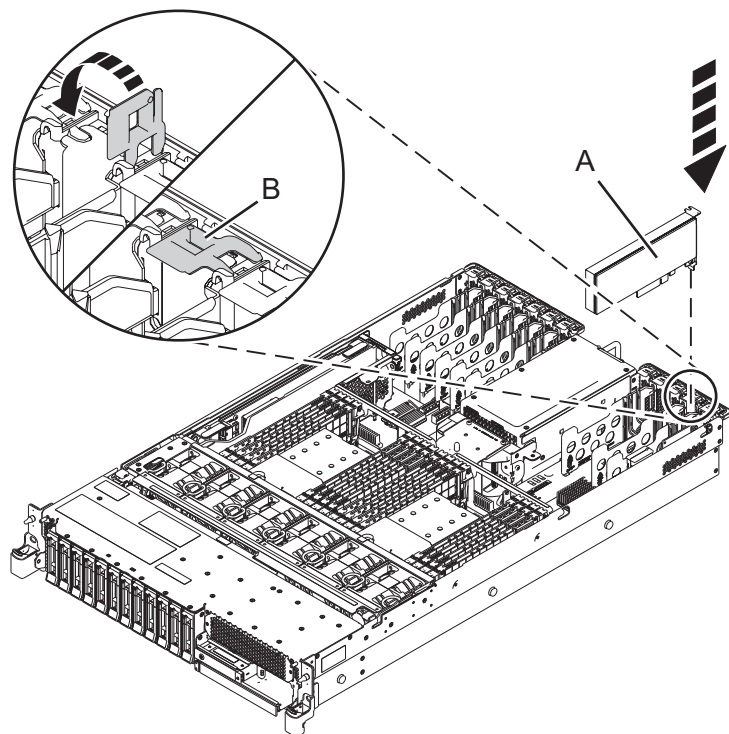

図 6. 5148-21L、5148-22L、8247-21L、8247-22L、8284-21A、または 8284-22A システムでの PCIe アダプターの取り付けまたは再取り付け
8. ターゲット・スロットにあるアダプター・ラッチ (B) がまだオープンの場合、ラッチを、システム背面でそのクリップから外側に回転させて、ラッチを引っ張ってオープンにします (以下を参照)。図 6
9. アダプターの上端またはテール・ストックを注意深く握り、図に示すように、システム・バックプレーン (A) のスロットとそのコネクタにアダプターを位置合わせします。図 6
11. アダプターをスロットにロックするには、アダプター・ラッチ (B) を図に示されている方向に回転させます。図 6